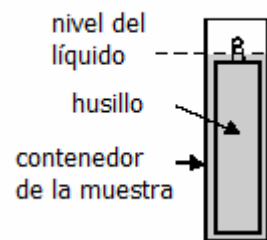

Fig.10: Adaptateur LCP rempli
Testez le niveau de l'échantillon. Le niveau doit être plus ou moins au milieu du cône, qui est connecté au crochet du connecteur du mobile (H) Regardez la figure 10 pour plus d'information.